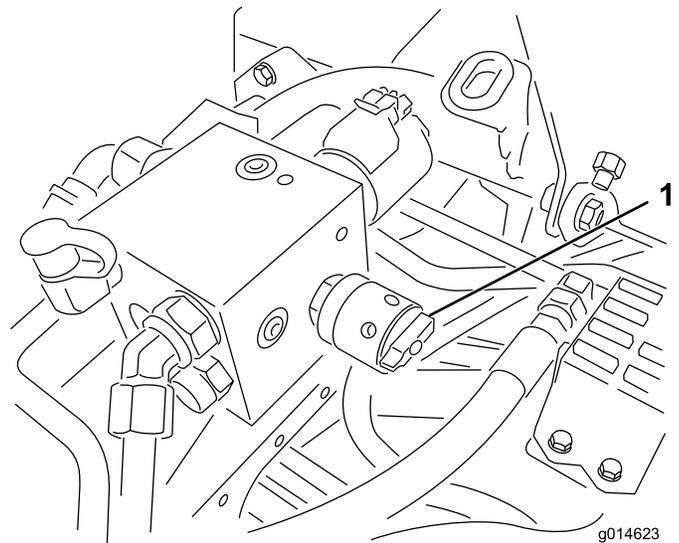

図 36
4. リールの速度を設定するには、ノブ 図 36 を回して、ノブの矢印を、所定の番号に合わせる。